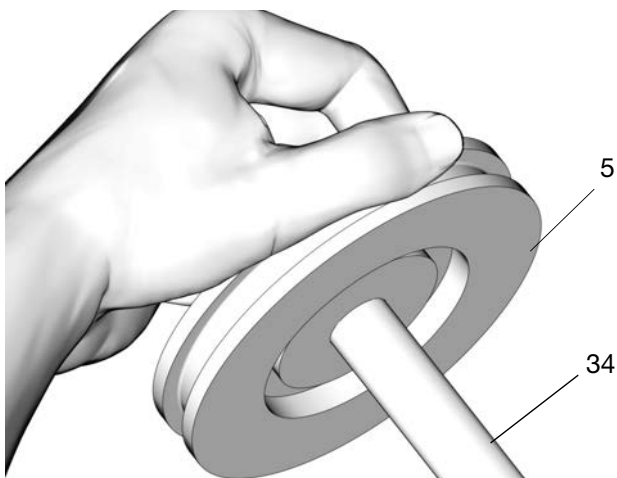

FIG. 30
6. Poussez le piston (5) sur l'extrémité de la tige de piston (34) jusqu'à ce qu'il soit en butée sur la tige (FIG. 30).